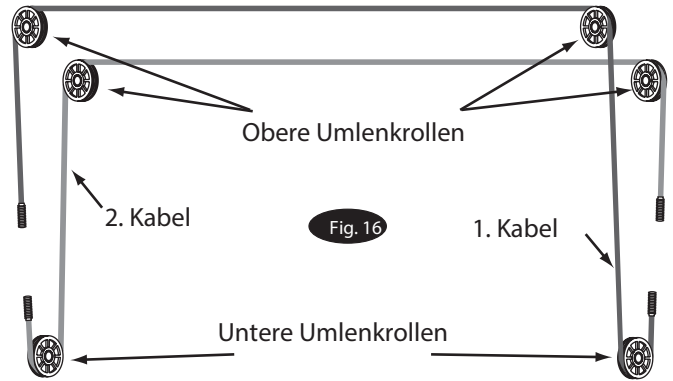

Fig. 16
- A) Für die allgemeine Kabelanordnung siehe Abb. 16.